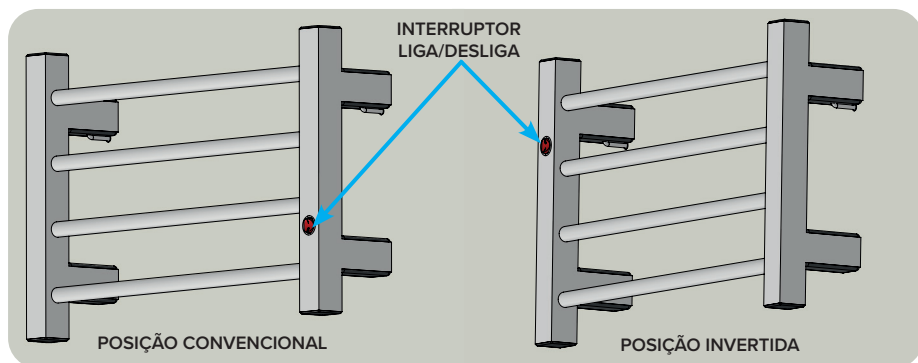

Figura 16 – Posição de instalação do Toalheiro
**8.** A instalação do Toalheiro pode ser de forma convencional – Interruptor no lado direito inferior – ou invertido – Interruptor no lado esquerdo superior – conforme a necessidade do usuário para o acesso ao Interruptor Liga/Desliga ou acesso à tomada elétrica (Figura 16).